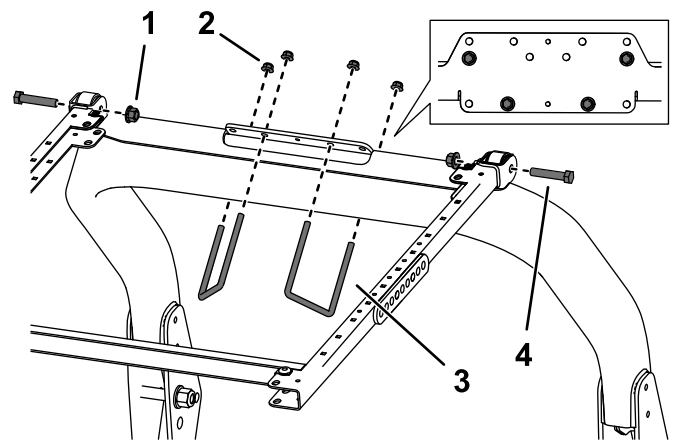

Bild 35
- Befestigen Sie die Befestigungshalterung des Überrollschutzes mit zwei U-Bügeln (3 1/2") und vier Bundmuttern in den in Bild 35 abgebildeten Befestigungslöchern an der Oberseite des Überrollbügels.
- Befestigen Sie die Befestigungshalterung des Überrollschutzes an der Oberseite des Überrollbügels der Zugmaschine (Bild 35). Stellen Sie sicher, dass der Überrollbügel in der Befestigungshalterung des Überrollschutzes zentriert ist.